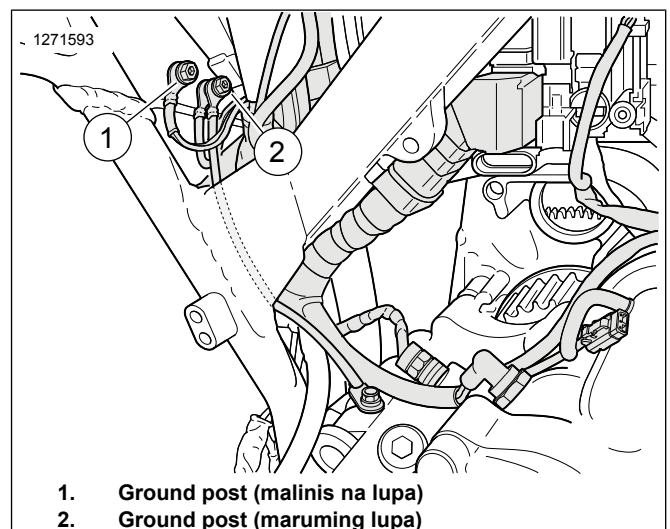

Figure 42. Mga Lokasyon ng Ground Post ng Kahon ng Baterya
Tingnan ang Figure 42 . Iruta at ikonekta ang ATM ground wire sa **malinis** na ground post (1). Higitan.